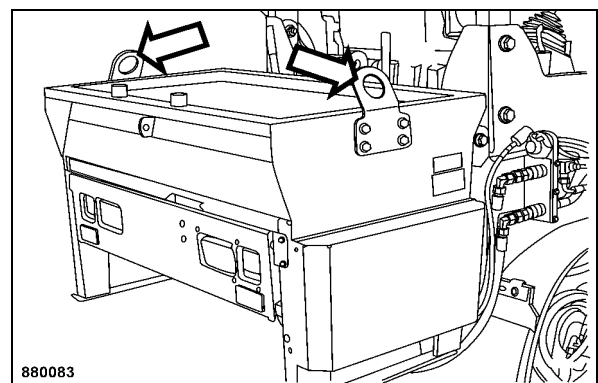

Fig. 93
- Elinguer l'épandeur (Fig. 93) aux points d'accrochage.